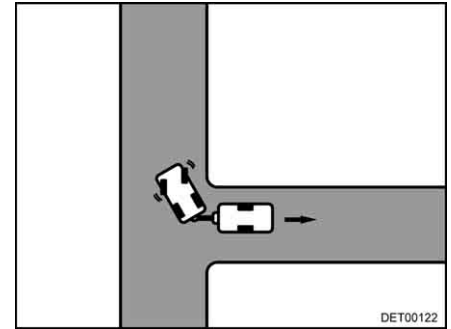

Bild 21 Rechts einschlagen
- Nach rechts einschlagen und vorsichtig rückwärts fahren (Bild 21).